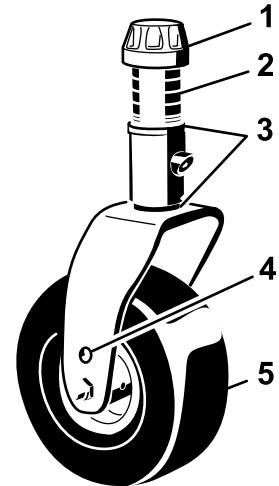
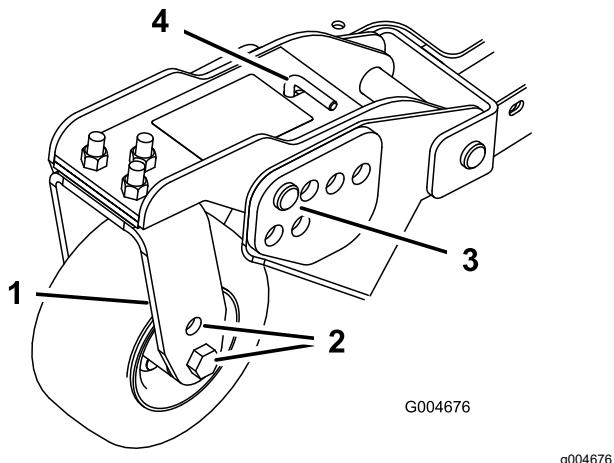
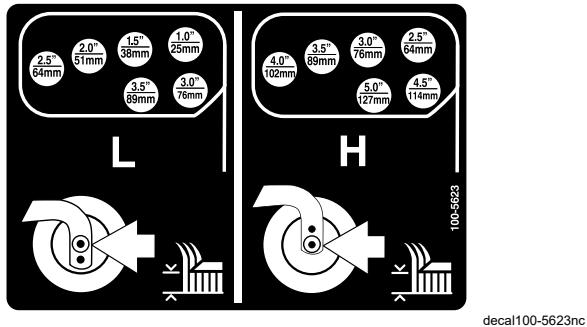

Рисунок 21
Рисунок 23
Рисунок 24
- Поместите оси поворотных колес в одинаковые отверстия во всех вилках поворотных колес (Рисунок 21 и Рисунок 23).
- Снимите колпачковую гайку с вала шпинделя и извлеките шпиндель из рычага поворотного колеса (Рисунок 21).
- Извлеките игольчатые шплинты и шплинтуемые штифты из рычагов поворотных колес (Рисунок 23).
- Поверните натяжную тягу, чтобы поднять или опустить поворотный рычаг до совмещения отверстий с выбранными отверстиями кронштейна высоты скашивания в раме деки газонокосилки (Рисунок 23 и Рисунок 24).